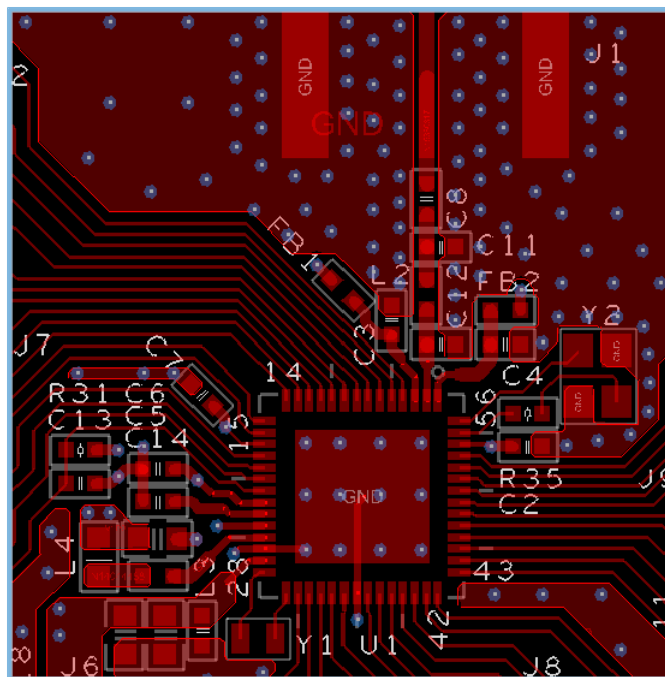

图 4-14 TOP层参考设计
1. 采用单面（TOP面）布局，且走线也尽量在TOP层，保证BOTTOM的地平面尽量完整。参考图 4-14，TOP层用于元器件布局和RF等关键信号走线。